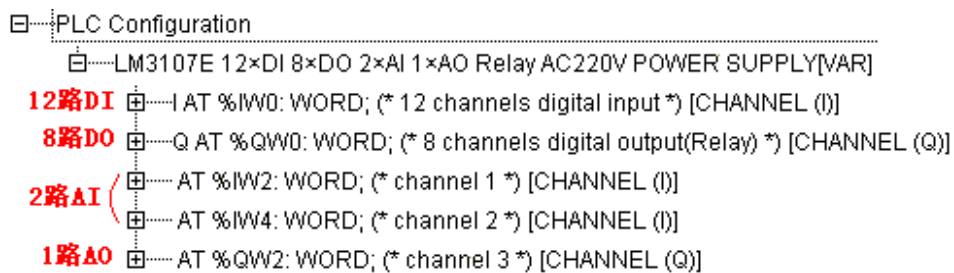

图2.7.4 LM3107E输入输出数据
如图2.7.4所示，在PowerPro编程软件中LM3107E的输入数据占用3个输入字 (IW)，输出数据占用2个输出字 (QW)。其中，每1路数字量占用1个字的1位，从bit0开始，空余高位不用。每1路模拟量占用1个字。